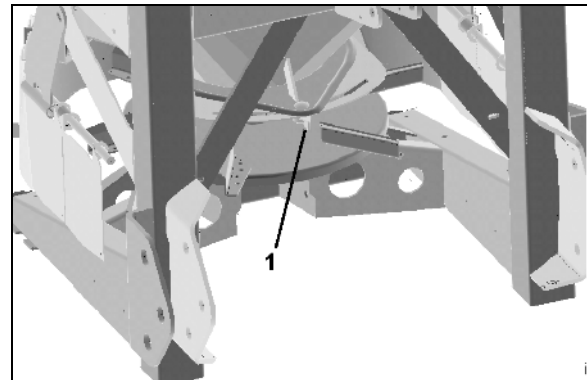

Fig. 33
1. Aflojar el tornillo (Fig. 33/1) de mariposa.